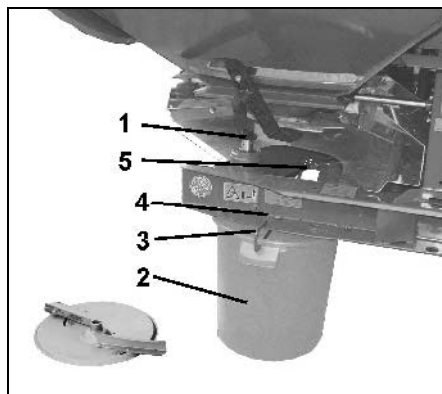

Fig. 34
- Lossa skruven (Fig. 34/1 för den vänstra spridartallriken och ta av tallriken.
- Mättråget (Fig. 34/2) hängs upp med bygeln (Fig. 34/3) i spåren i ramen (Fig. 34/4 och Fig. 34/5).